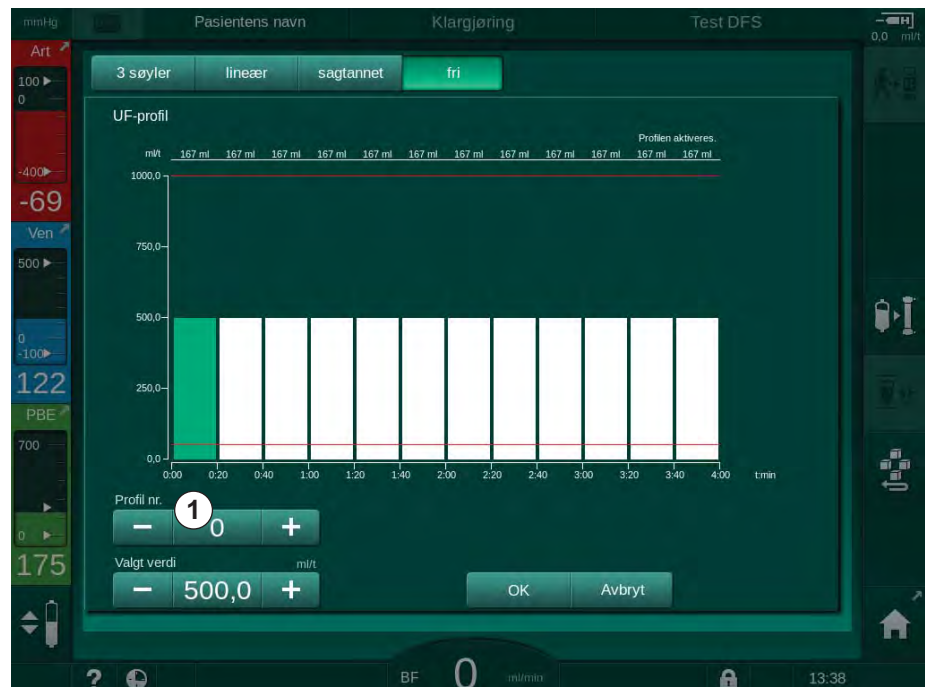

Fig. 5-15 UF-profilvalg
4. For å velge én av de 10 forhåndsinnstilte fritt redigerbare profilene, berør knappen + eller – i *Profilnr.*-gruppeboksen (Fig. 5-15, ①) eller legg inn profilnummer 1 til 10 direkte i feltet.